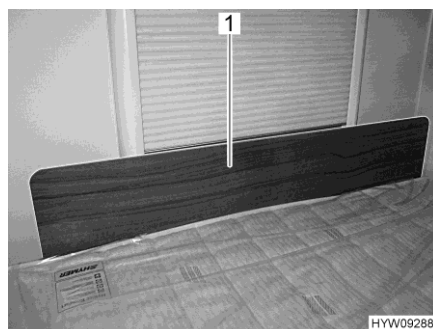

Fig. 78 Pannello di protezione/protezione anticaduta
- Inserire il pannello di protezione (Fig. 78,1) davanti alla finestra, tra il materasso e il telaio della finestra. L'effetto di serraggio del materasso mantiene il pannello di protezione in posizione, davanti al telaio della finestra.